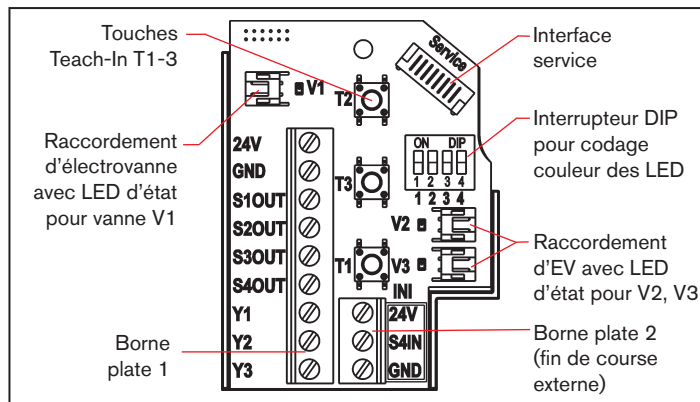

Fig. 4: Module électronique (24 V DC)
- Fixer les fils aux bornes de raccordement conformément aux affectations de raccordement décrites dans la « Fig. 4 »
Un **fin de course externe** peut être raccordé au moyen de la petite borne plate triple (voir « Fig. 4 » ou voir les instructions de service, chapitre «Raccordement d'un fin de course externe»).